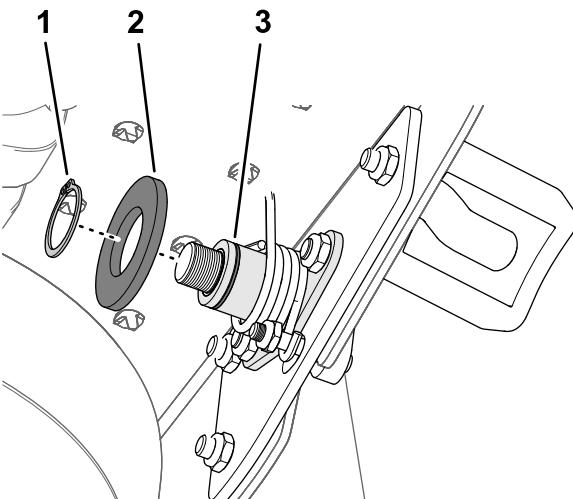

图 14
13. 使用扁平垫圈 $1\frac{1}{8} \times 2$ 英寸和卡环将扭转弹簧固定到衬板上图 14。